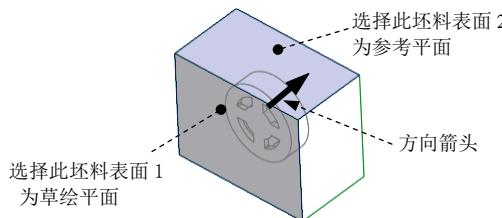

图 18.16 定义草绘平面
(1) 单击**编辑模具体积块**操控板**形状**区域中的[]**拉伸**按钮，此时系统弹出“拉伸”操控板。
(2) 选择**视图**功能选项卡**模型显示**区域中的“显示样式”按钮[]**显示样**式，按下[]**消隐**按钮，将模型的显示状态切换到实线线框显示方式。
(3) 定义草绘截面放置属性。在绘图区空白处右击，从系统弹出的菜单中选择**定义内部草绘...**命令；选取图18.16所示的坯料表面1为草绘平面，接受图18.16中默认的箭头方向为草绘视图方向，然后选取图18.16所示的坯料表面2为参考平面，方向为上。单击[]**草绘**按钮，进入草绘环境。